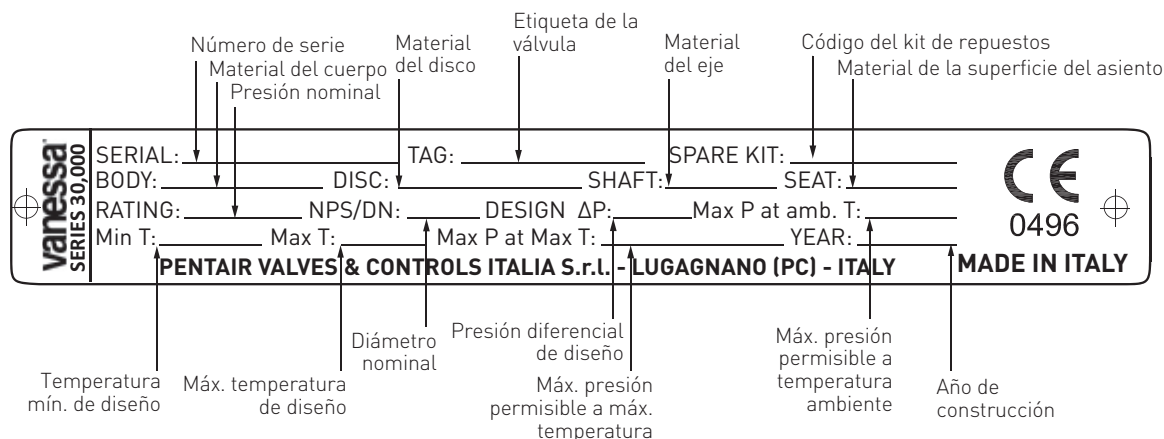

FIG. 1
- Asegurar que los materiales de construcción que aparecen en la placa de características de la válvula (Fig. 1) son apropiados para el servicio a que se destinan y que se ajustan a las especificaciones y a los requisitos contractuales.
- Asegurar que los límites de presión/temperatura de la válvula que aparecen en la placa de características de la válvula (Fig. 1) son apropiados para las condiciones de proceso. En caso de duda, consulte con el suministrador.
Los internos de la válvula están diseñados para resistir y cerrar contra la presión diferencial de diseño marcada en la placa de características de la válvula (Fig. 1). Los internos de la válvula no se usarán como el único medio de protección contra el riesgo causado por la presión aguas arriba de la válvula cerrada.